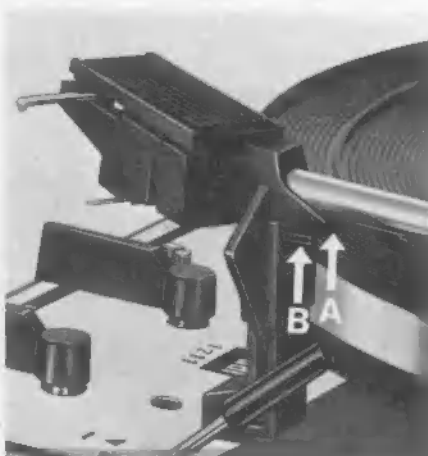

Fig. 19
3. Rändelschraube ③ drehen, bis der Tonarm in waagerechter Stellung bleibt.
- Durch Drehen der Schraube nach links (bei Betrachtung des Gerätes von vorne) wird der Tonarm angehoben (entlastet), durch Drehen nach rechts senkt sich der Tonarm ab. Der Tonarm ist exakt ausbalanciert, wenn Kante „A“ des Tonarmprofils und Kante „B“ der Tonarmstütze auf gleicher Höhe sind (Fig. 19), oder wenn der Tonarm sich nach Antippen in vertikaler Richtung wieder von selbst in die horizontale Lage einpendelt. Eine präzise Tonarmbalance ist vor allem bei Tonabnehmersystemen mit kleiner Auflagekraft wichtig. Der Tonarm ist nur einmal auszubalancieren, es sei denn, Sie wechseln das Tonabnehmersystem.